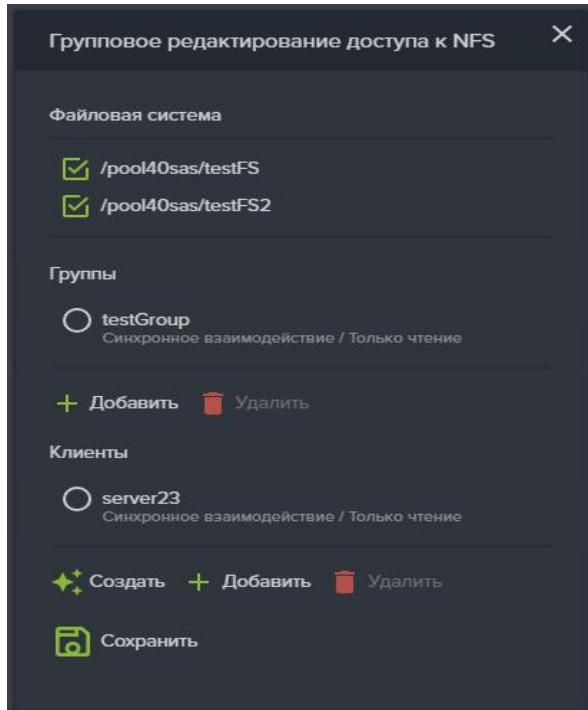

Рисунок 64. Групповое предоставление доступа
- Откроется одноименное окно, изображенное на рисунке ниже (см. Рисунок 64);
6. Нажмите на кнопку «Удалить» клиента или «Удалить» группы для удаления из списка клиента или группы соответственно (см. Рисунок 64);